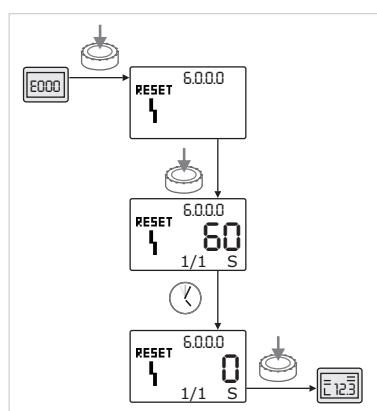

Fig. 47. Квитування помилок типу А або Д
- Незалежно від того, належить помилка до типу А або Д, квитування роблять в описаний нижче спосіб (Fig. 47).